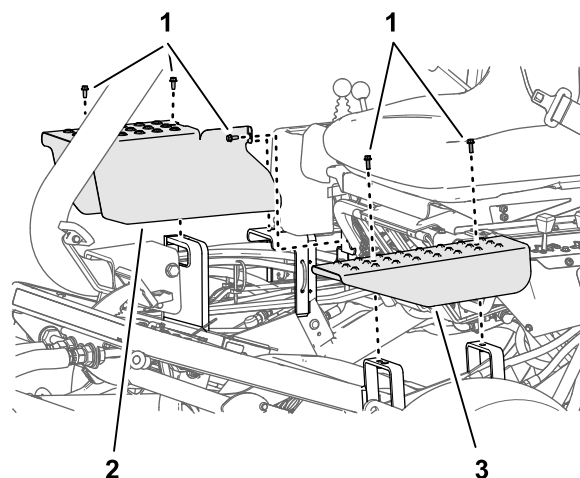

図 51
2. 調整したい昇降シリンダのカバープレートを固定しているボルトを、シャーシのサポートブラケットから取り外す 図 51。